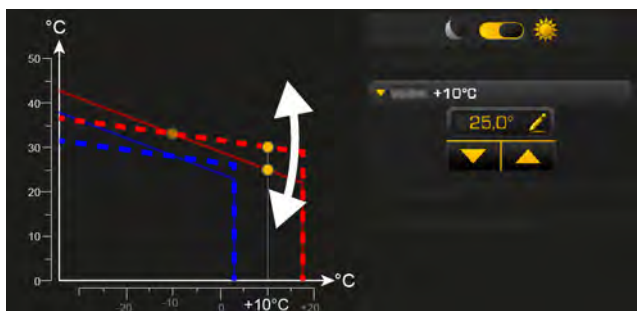

Abb. 7-74: Heizkurve anpassen (bei Außentemperaturen über dem Gefrierpunkt)
- Sind die Räume im Heizbetrieb (innerhalb der eingestellten Heizzeiten) ständig zu kalt muss die Heizkurve angepasst werden. Siehe Kapitel Abb. 7-74: "Heizkurve anpassen \(bei Außentemperaturen über dem Gefrierpunkt\)".